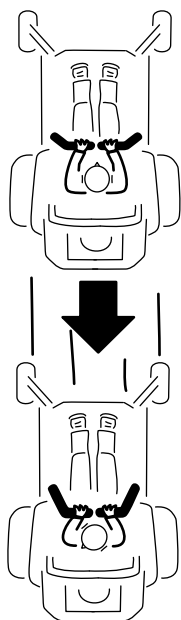

Figura 21
2. Per fare marcia indietro tirate lentamente indietro le leve di controllo del movimento (Figura 21).